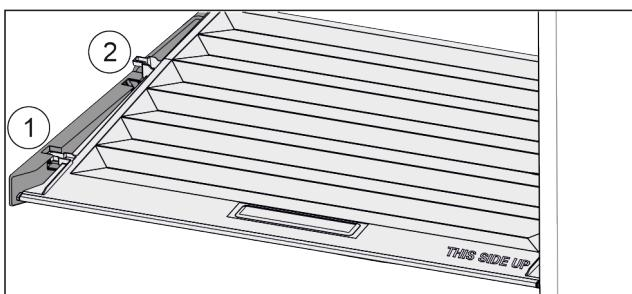

Fig. 108
- Издърпайте напред Fig. 108 (1) капака до отвора в задържащите части.
- Повдигнете го отзад отдолу и отстранете Fig. 108 (2) нагоре.